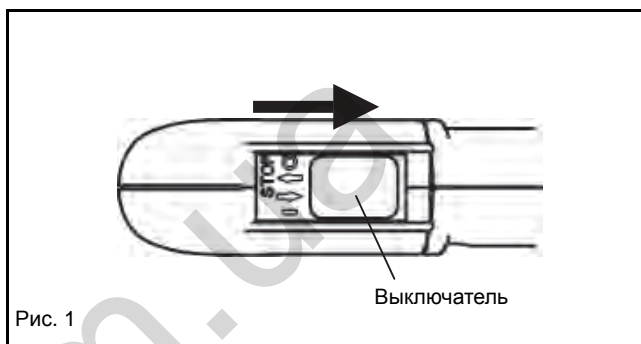

Рис. 1
- (1) Поместите воздуховодку на плоскую поверхность.
- (2) Переведите выключатель в положение "I" (Рис. 1).